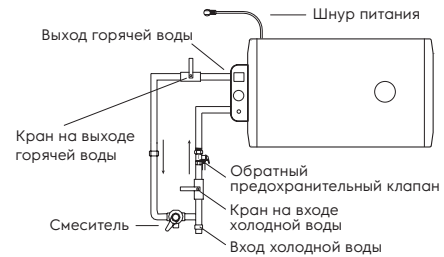

Рис. 5
- Электрический водонагреватель следует устанавливать на твердую вертикальную поверхность (стену). Установка водонагревателей Pride существенно облегчается возможностью установить их как вертикально, так и горизонтально в любом месте вашего дома, в отапливаемом (!) помещении. Желательно установить водонагреватель как можно ближе к месту использования горячей воды, поскольку чем меньше длина труб, тем меньше потери тепла. Как показано на рис. 5, при горизонтальной установке водонагревателя трубы подводки должны быть расположены слева. При установке водонагревателя рядом со стеной, оставьте рекомендованное свободное пространство для технического обслуживания. Не устанавливайте водонагреватель на горизонтальной поверхности и вплотную к полу.